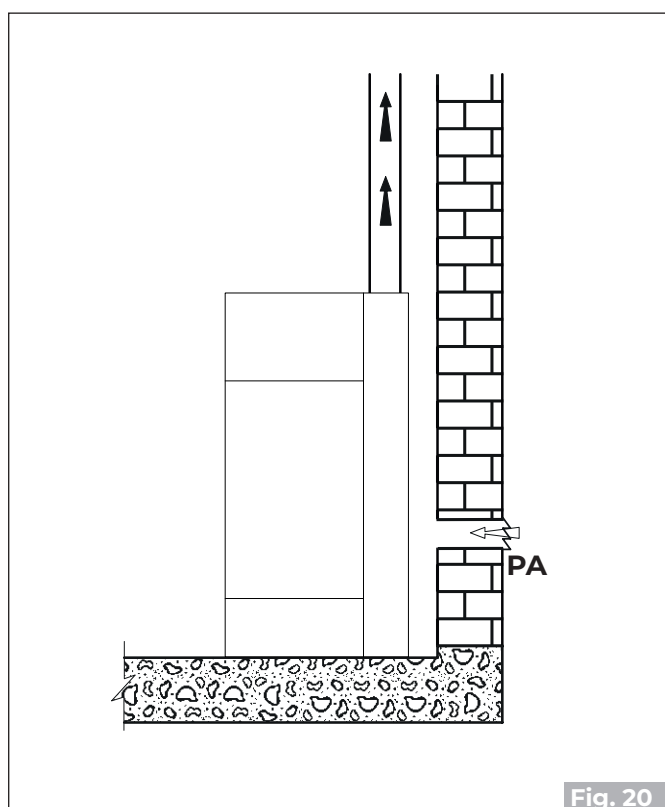
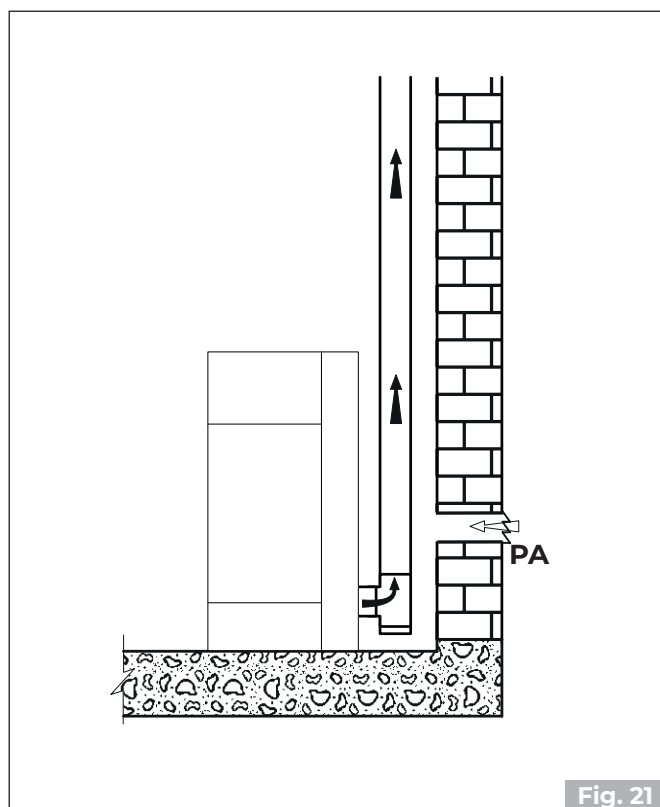

Fig. 20
Fig. 21
- il peut provenir du lieu d'installation ou de pièces voisines (**Fig. 20 - Fig. 21**)
Réaliser la prise d'air sur la paroi (**Fig. 20 e Fig. 21- PA = Air Intake**), et laisser l'appareil libre d'aspirer l'air dans la pièce, en prenant soin de raccorder le tuyau ondulé sur le tuyau d'entrée d'air, s'il est fourni, en le fixant avec le collier et en le pliant légèrement vers le bas afin de prévenir d'éventuels effets de résonance.